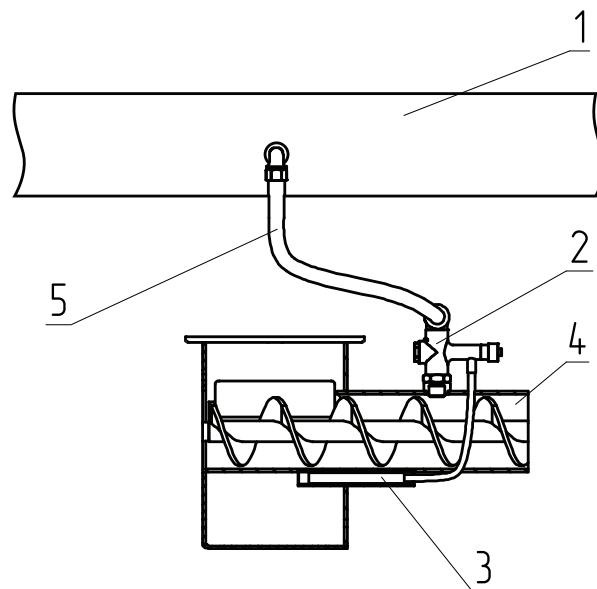

Рис.4 Система охлаждения топливопровода
- Для обеспечения полной пожарной безопасности необходимо устанавливать систему охлаждения топливопровода (доступно в качестве опции, см. **Рис.4**);
Внимание! Термобаллон клапана (Рис.4, поз.3) должен быть зафиксирован в гильзе двумя винтами.